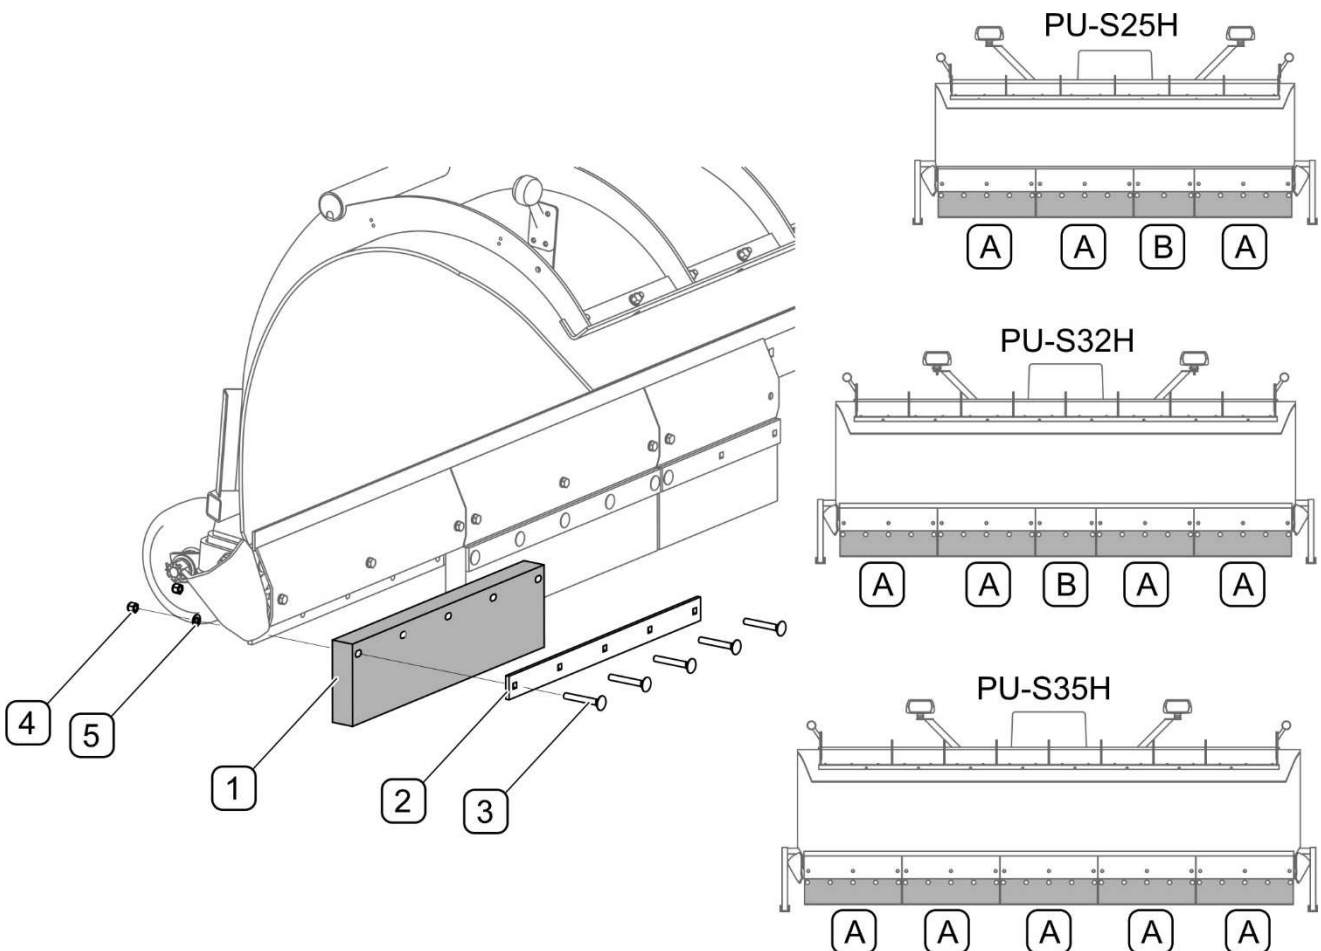

FIGURE 5.1 Remplacement des lames en caoutchouc
Afin de démonter la lame en caoutchouc (FIGURE 5.1), il faut dévisser les écrous (4) du segment respectif, retirer les boulons (3) et enlever la barre de pression (2). Mettre en place le segment du chasse-neige approprié (A) ou (B) en fonction du modèle de chasse-neige (TABLEAU 5.1). Le montage doit être effectué dans l'ordre inverse.